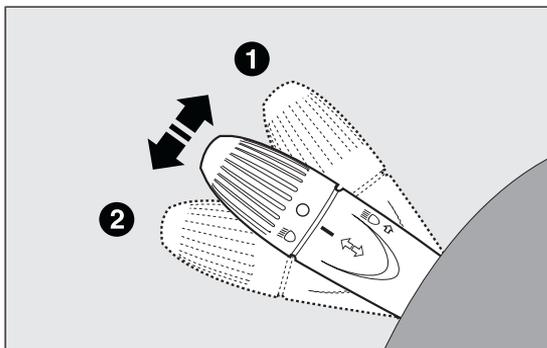

fig. 47
- vers le haut (position 1 fig. 47) : activation du clignotant droit ;